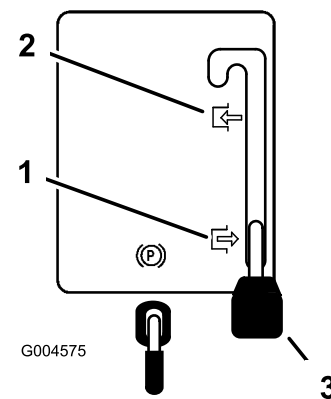

Figure 10
2. Mettez la commande des lames (PDF) en position engagée (Figure 10).
2. Mettez la commande des lames (PDF) en position désengagée (Figure 10).
4. Mettez la commande des lames (PDF) en position désengagée (Figure 10).